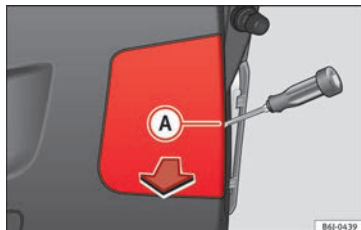

Fig. 200 Feux sur le hayon.
- Retirez ce cache à l'aide d'un tournevis à tête plate placé dans la rainure indiquée (A) » fig. 200.